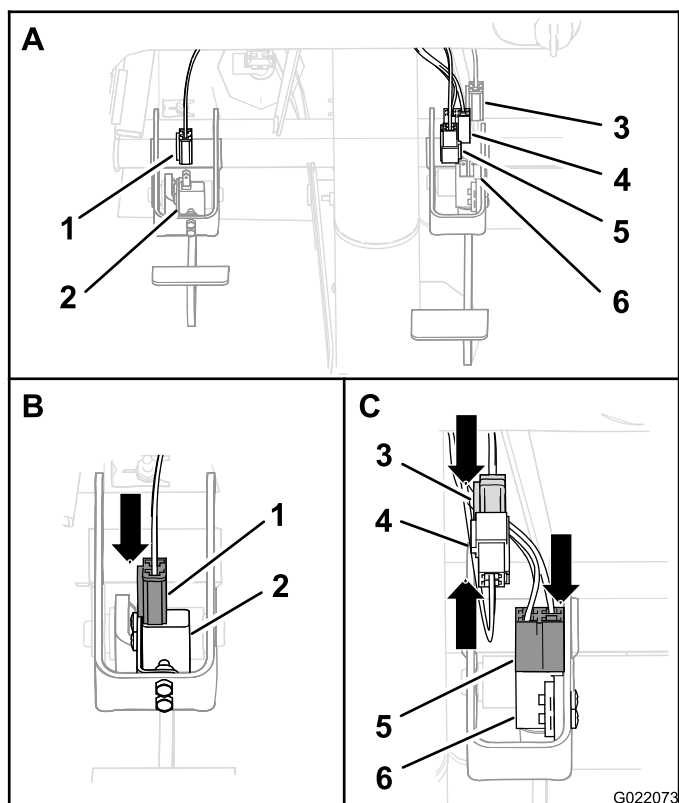

図 12
2. クラッチスイッチに、2ソケット・コネクタを接続する (図 12)。
- A. ブレーキスイッチに、4ソケット・コネクタを接続する（図 12）。
- B. インタラプタ用ワイヤハーネスの2ピン・コネクタを、車両用ハーネスの2ソケット・コネクタに接続する（図 12）。